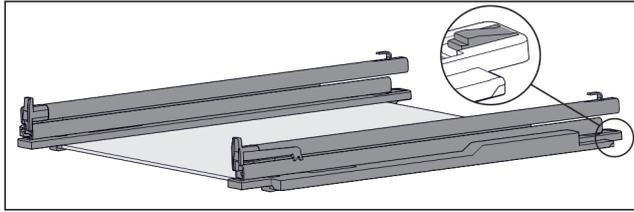

Fig. 127 Glasplatte mit Schienen und Halteteilen
- ▶ Halteteil hinten herunterdrücken (siehe Fig. 127) und gleichzeitig Schiene nach hinten schieben.